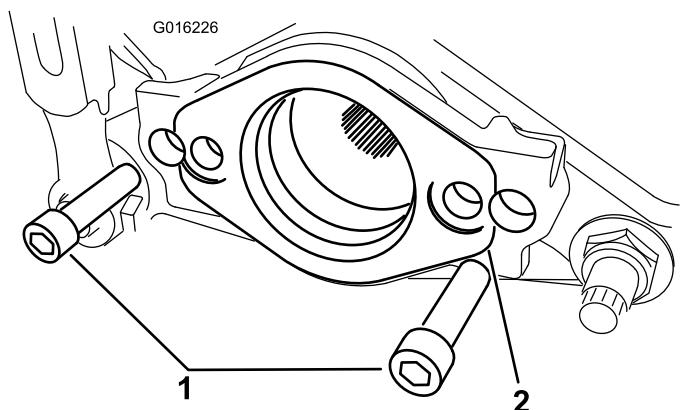

Figura 3
7. Se state installando il kit su una macchina **TriFlex 3300, 3320, 3400 o 3420**, togliete i 2 bulloni che fissano il supporto del motore all'estremità sinistra dell'apparato di taglio. Rimuovete il supporto motore (Figura 3).